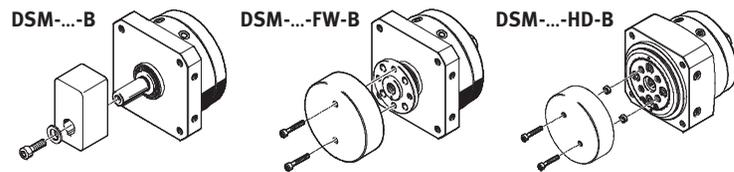

Рис. 9
- Закрепите перемещаемую нагрузку на выходном валу (вал со шпонкой/вал с фланцем/поворотный стол) (Рис. 9)